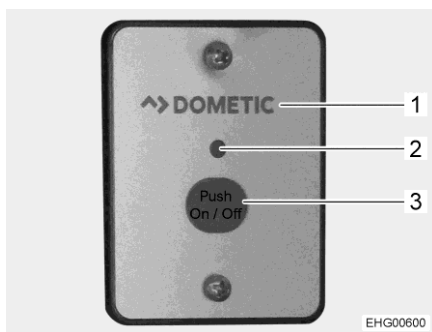

Bild 136 Extern brytare (växelriktare)
Den externa brytaren (Bild 136,1) är inbyggd i väggskåpet ovanför bordet.
- Tryck ner knappen "On/Off" (Bild 136,3). Lysdioden (Bild 136,2) lyser.
- Tryck ner knappen "On/Off" (Bild 136,3). Lysdioden (Bild 136,2) slocknar.